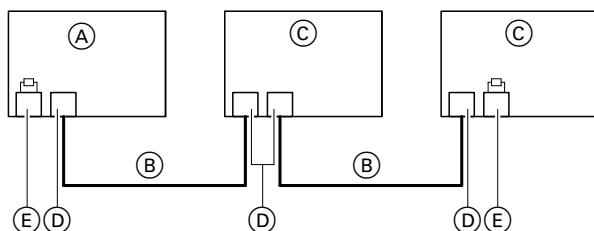

Abb. 58
- Der Viessmann CAN-BUS ist für die BUS-Topologie „Linie“ mit beidseitigem Abschlusswiderstand (Termination) ausgelegt: Siehe Abb. 58.